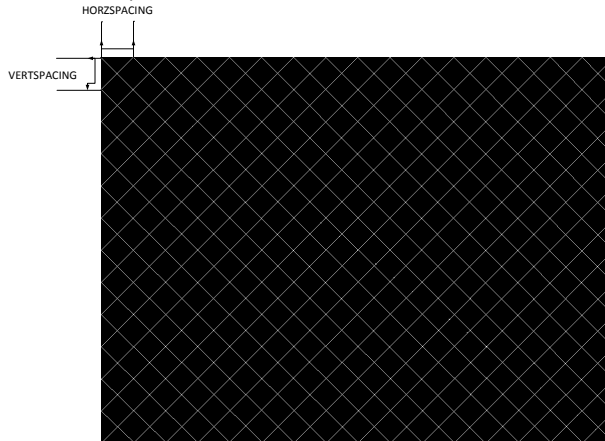

图 3-4. 对角线测试图形示例
9. 对角线图形的颜色使用前景颜色和背景颜色来指定。前景颜色用于对角线，背景颜色用于线条之间的空间。正如表 3-3 中所述，用户指定了水平线间距和垂直线间距。线宽始终为一个像素。用户负责确定每个分辨率显示的线条间距。水平线间距和垂直线间距都必须使用相同的值，并仅限于 3、7、15、31、63、127 和 255。无效值会导致通信错误（无效命令参数）。图 3-4 展示了一个对角线图形示例。